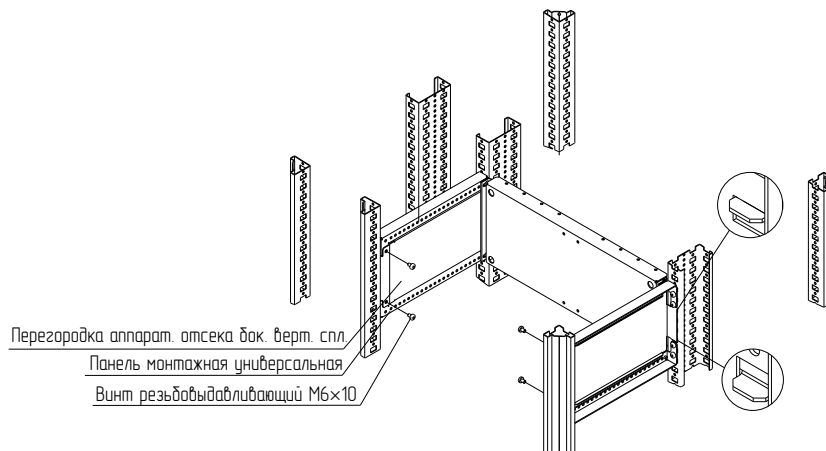

Рисунок 133
4.43.3 Приложить перегородку аппаратного отсека боковую вертикальную сплошную между траверс горизонтальных для стационарных МП, и между стойкой каркаса и стойкой дополнительной вертикальной и закрепить винтами М6х10 (рисунок 133). Момент затяжки – 7 Н·м.